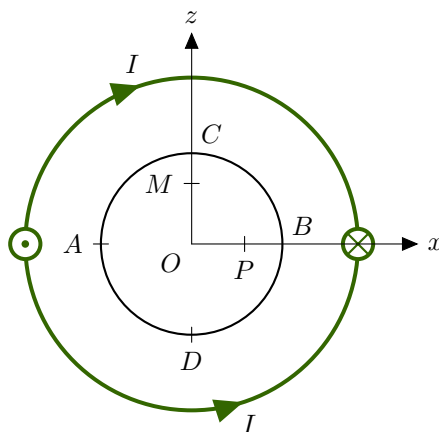

Figure 3 Vue en coupe
d) La méthode de mesure du débit nécessite une bonne uniformité du champ magnétique le long d'un diamètre de la conduite. Le long du diamètre AB représenté sur la **figure 3**, déterminer l'écart relatif maximal de l'intensité du champ magnétique à son intensité au centre $B(O)$, $\frac{\Delta B}{B(O)}$. Déterminer alors la valeur minimale du rapport (a/R) tel que cet écart ne dépasse pas 10%.